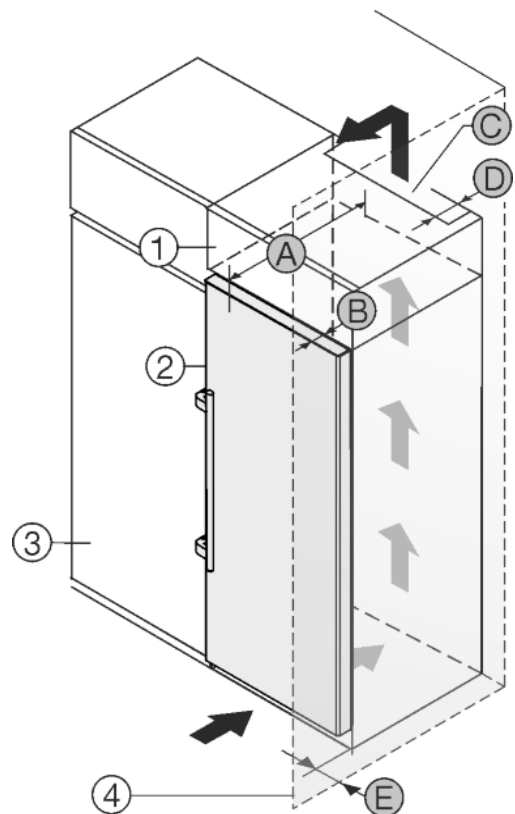

Fig. 23
Пристрій можна комбінувати з кухонними шафами. Для того, щоб пристрій *Fig. 23 (2)* вирівняти по висоті кухонної секції, на пристрій можна встановити антресольну секцію *Fig. 23 (1)*.
Пристрій можна встановлювати безпосередньо поряд з кухонною шафою *Fig. 23 (3)*. Для повного відкриття дверей пристрій повинен виступати на глибину *Fig. 23 (B)* відносно передньої панелі кухонної шафи. Залежно від глибини кухонних шаф та використання пристінних розпірок пристрій можна встановити так, щоб він виступав вперед.
- Задня сторона антресольної шафи повинна мати вентиляційний канал глибиною *Fig. 23 (D)* вздовж всієї ширини шафи.
- Під стелею приміщення слід дотримуватись поперечного перерізу вентиляційного відведення повітря *Fig. 23 (C)*.
Якщо пристрій з шарнірами встановлюється поряд зі стінкою *Fig. 23 (4)*, то між пристроєм та стінкою слід додержуватись відстані *Fig. 23 (E)*. Це відповідає виступу ручки при відкритих дверцятах.